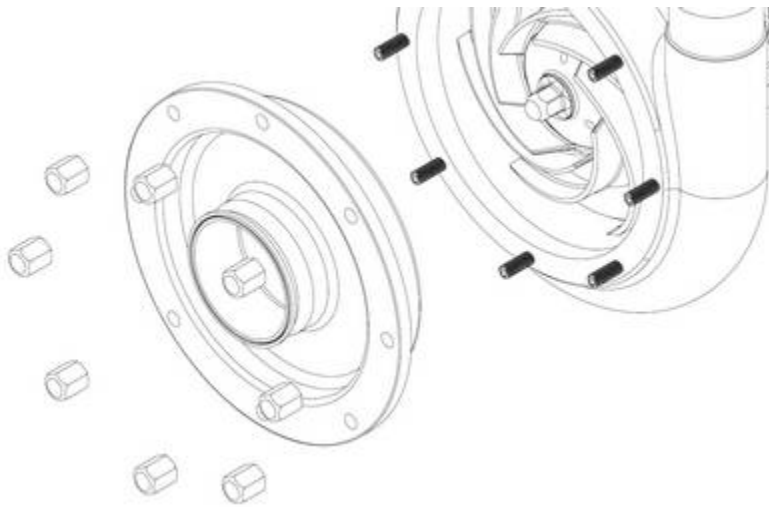

Abb. 20
3. Flügelmutter vom Deckel lösen und abnehmen. Deckel, Deckeldichtring und Wellenschutzvorrichtung entfernen. Siehe Abb. 20.